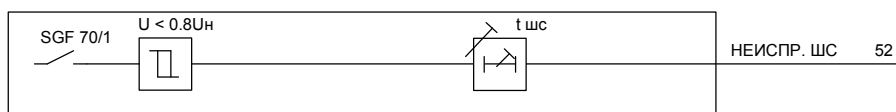

Рис. 1.3.5
1.3.2.2 В устройстве предусмотрены два канала, позволяющие контролировать исправность шинок сигнализации (ШС или ЕН) и шинки мигания (ШМ или ЕР) по величине напряжения. Функциональная схема канала контроля исправности шинок сигнализации приведена на Рис. 1.3.5, назначение программных ключей – в Табл. 1.3.3. Сигнал неисправности шинок сигнализации появляется в том случае, если напряжение на входе канала снижается до $0,8U_n$, при этом U_n задается уставкой.